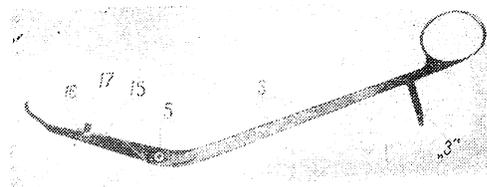

Рис. 5.
На корпусе нижней упорной бранши (см. Рис. 5) укреплен регулятор зазора, состоящий из направляющей (15), шарнирно сидящей на штифте (16) и упоре (17). Упор (17) своими выступами охватывает боковую поверхность корпуса бранши (3), предотвращая этим поворот пластины (15) вокруг штифта (16).